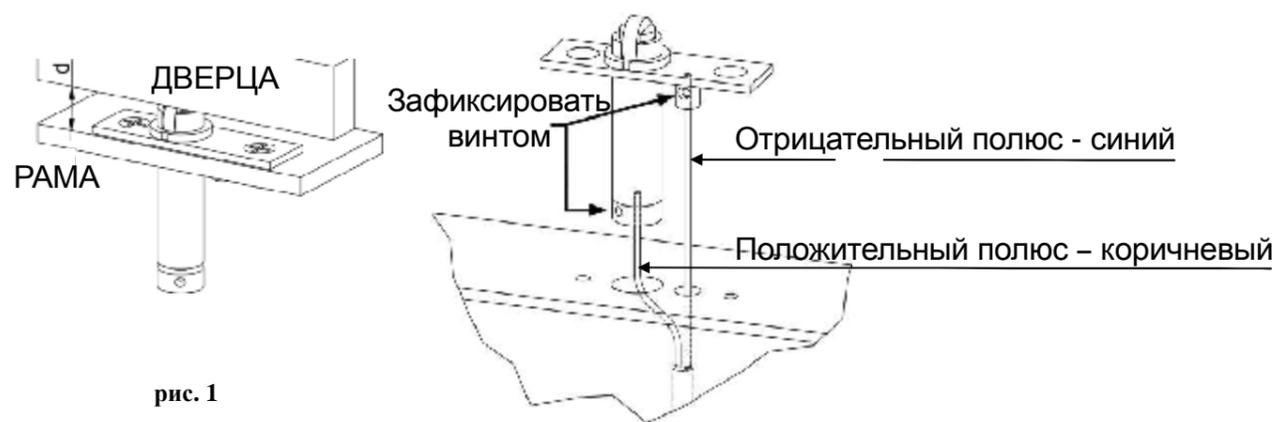

рис. 1
- 1 - расстояние d между дверцей и рамой более 13 мм (возможна дополнительная установка), см. рис.1